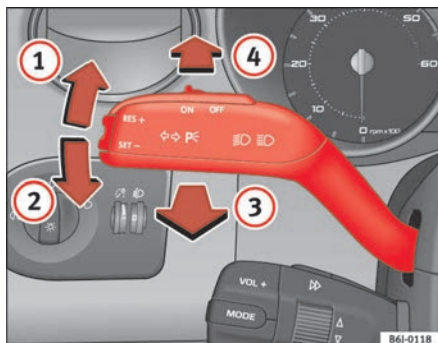

Abb. 56 Blinker und Fernlichthebel
- Drücken Sie den Hebel bis zum Anschlag nach oben ⇒ Abb. 56 ①, um **rechts** zu blinken, bzw. nach unten ②, um **links** zu blinken.
- Drücken Sie den Hebel nach vorne ⇒ Abb. 56 ④, um das Fernlicht einzuschalten.